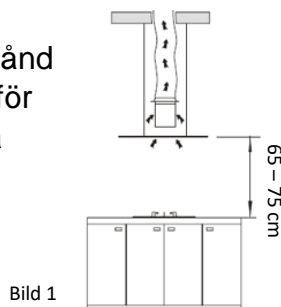
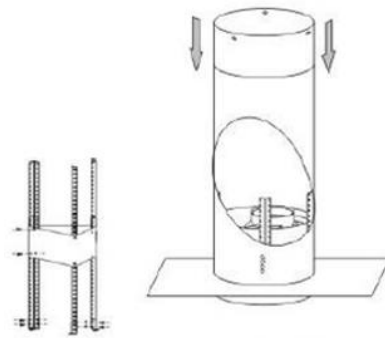

Bild 1
Bild 3
5. Se bild 3, enligt dimensionen i bild 1 och beräkna längden på järnfästet. Använd 9 st M4 \* 10 skruvar och M4-mutter med packning för att fixa förstärkningsplattan och en annan vinkeljárn (överlappslängden på vinkeljárn kan inte understiga 100MM). Samtidigt använder du 9 st M4 \* 10 skruvar och M4 muttrar ansluta till vinkelbeslag och vinkeljárn.